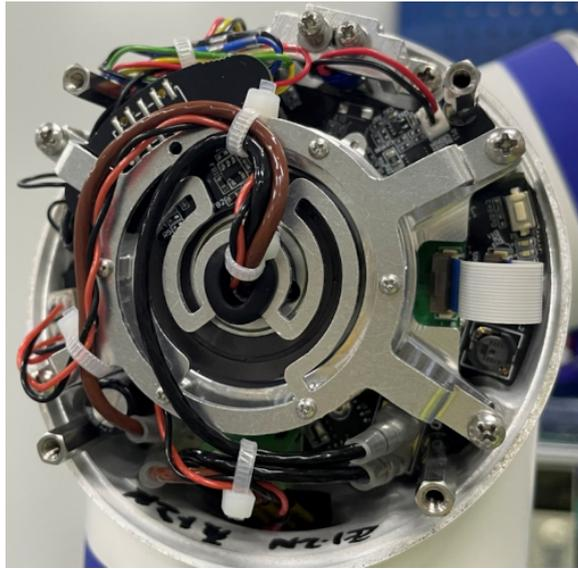

图 3-20: 接线和扎线
- 用尼龙扎带在护线环外的热缩管上扎好，防止线缆被拉动或脱出，连接线缆接头棕色对应正极，黑色对应 GND，并将 485 线插在指定位置，将多余长度的线绕在束线架上用扎带固定，使接头不会松动脱出，如图 3-20所示；